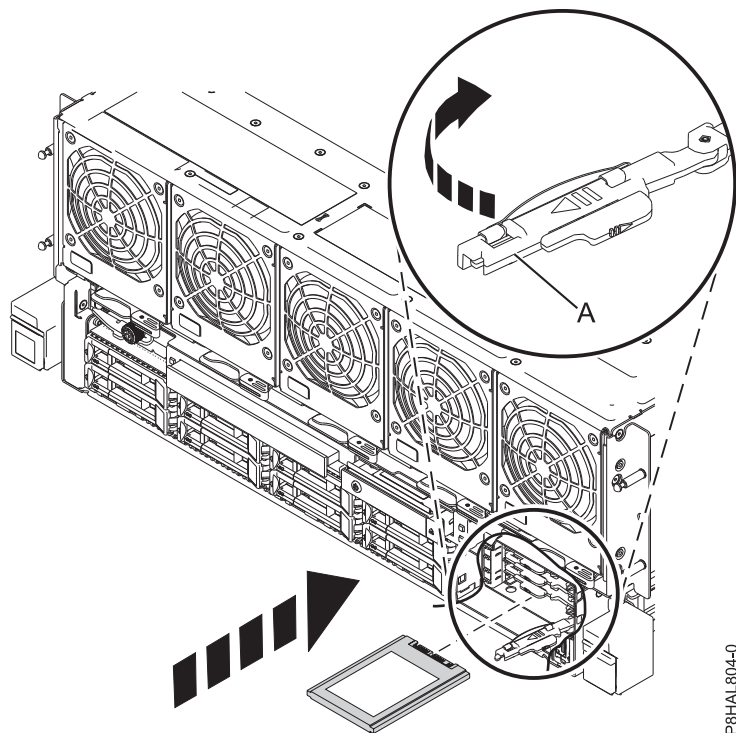

Figura 25. Substitució d'una SSD en un sistema 8408-44E o 8408-E8E
16. Bloquegeu la unitat fent girar la nansa del compartiment (A) en la direcció que es mostra a Figura 25.